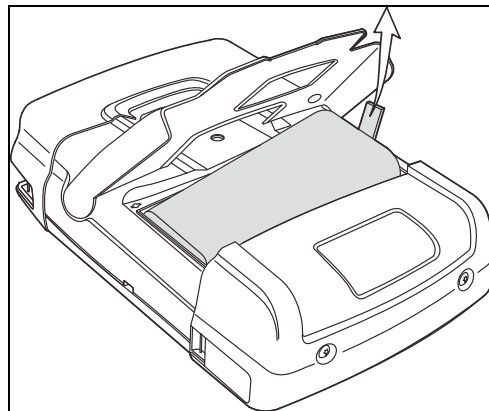

図 49. バッテリーの取り外し
5. バッテリーの片側を持ち上げて取り外します (図 49)。